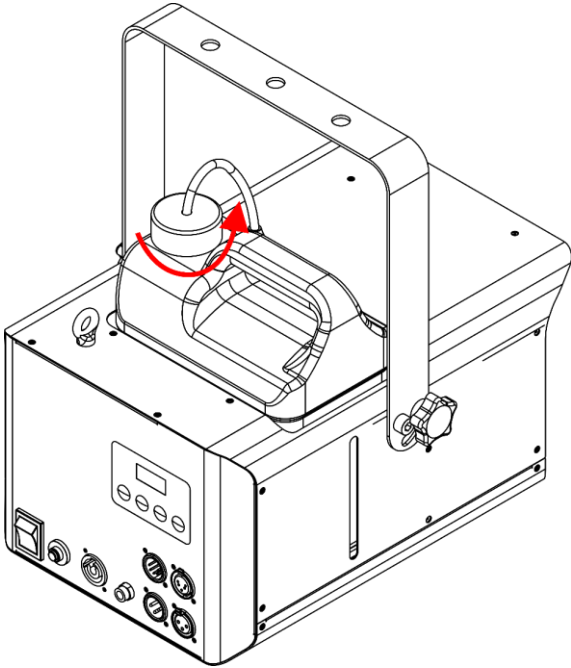

Fig. 14
- 02) Desenrosque la tapa del depósito de líquido, como se muestra en la Fig. 14.